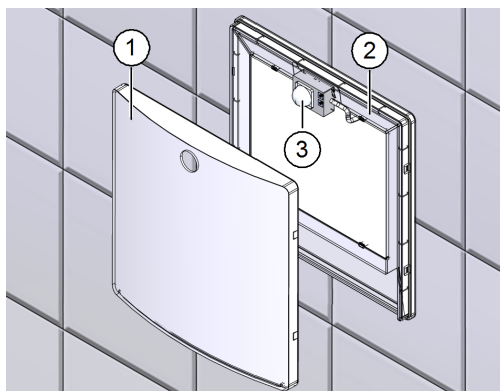

Рис. 11: снять крышку всасывания
- ▶ Возьмитесь за один из нижних уголков крышки всасывания (поз. 1 на рис. 11) и снимите ее с держателя фильтра (поз. 2 на рис. 11). Потенциометры для настройки функций вентилятора находятся на датчике движения (поз. 3 на рис. 11).
- ▶ Установите крышку всасывания (поз. 1 на рис. 11) на вентилятор.
Потенциометр находится на датчике движения (см. поз. 3 на рис. 11 на стр. 20).